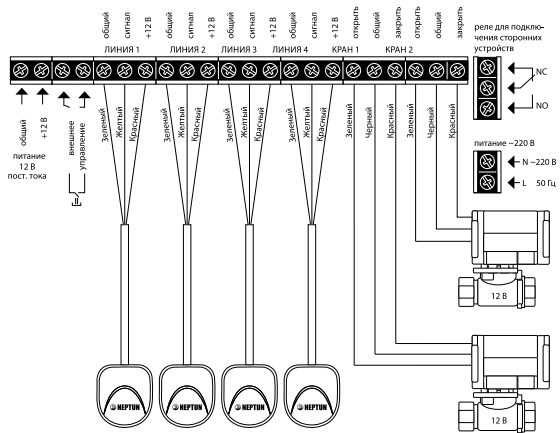

Рис. 3. Схема подключения кранов шаровых с электроприбором серии HC 12 В к модулю управления Neptun ProW
Модуль управления Neptun ProW имеет (см. рис. 3 на стр. 16):
4. Выполните соединение проводов в соответствии со схемой подключения, в зависимости от того, какие шаровые краны с электроприводом вы используете (рис. 3, 4 или 5). При необходимости, для ввода проводов в коммутационный отсек удалите пластиковую заглушку, расположенную в нижней части корпуса прибора при помощи отвёртки.
- К модулю управления Neptun ProW подвести фазу и ноль согласно схеме подключения (рис. 3, 4 и 5), которая изображена на внутренней стороне крышки прибора.